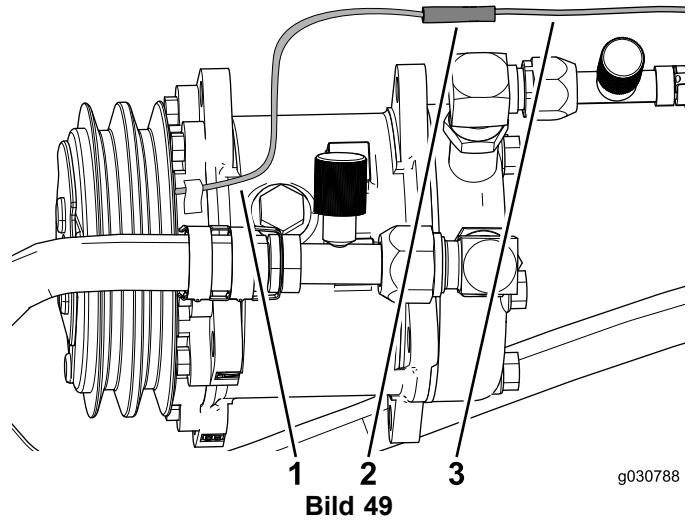

**Bild 48**
2. Schließen Sie den Stromanschluss der Kabine am Anschluss an der rechten Seite der Maschine an (Bild 48).